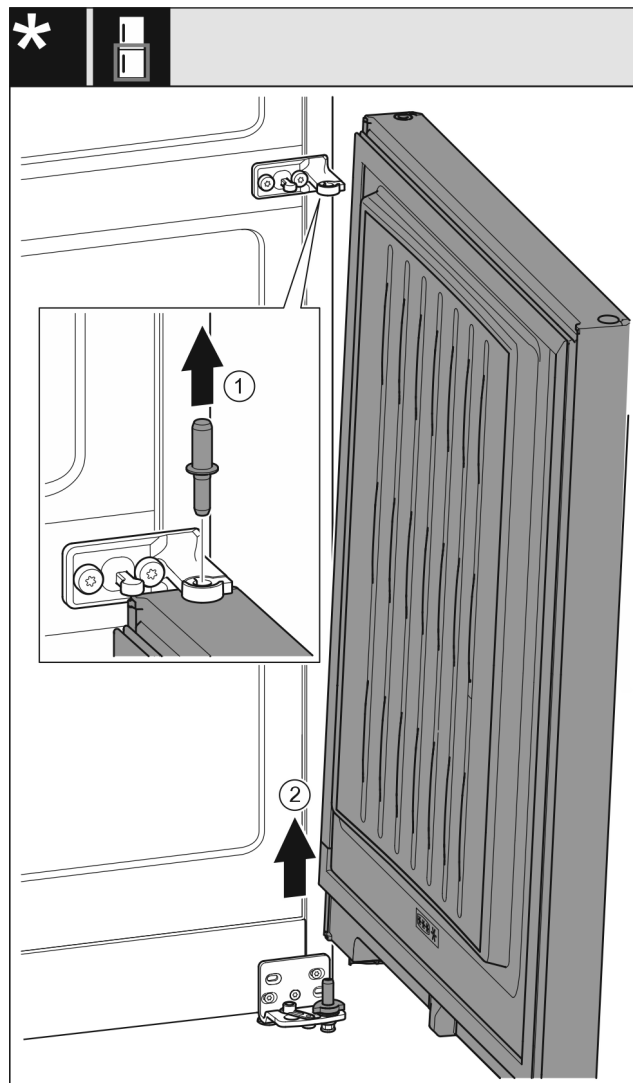

Fig. 8
- ▶ Čep vytáhněte nahoru. Fig. 8 (1)
- ▶ Dveře kýváním vysadíte a odložte stranou. Fig. 8 (2)